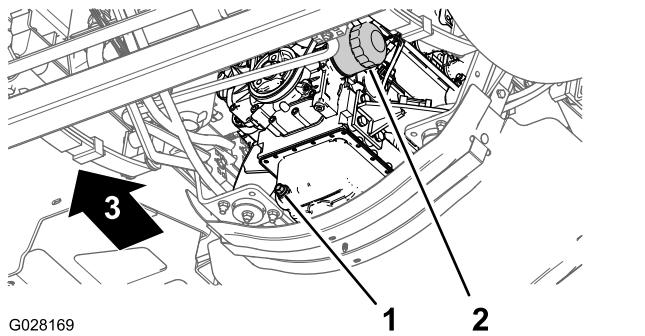

図 67
- エンジンオイルフィルタの下にオイルを受ける容器をおく図 67。
- 古いオイルフィルタ図 67 を外す。
- アダプタにフィルタを取り付け、ガスケットがアダプタに当たるまでフィルタを右に回し、そこから更に  $\frac{1}{2}$  回転増し締めする図 67。
- ドレンプラグの下にオイルを受ける容器をおく図 67。
- ドレンプラグ 図 67 を外して排出されるオイルを回収する。